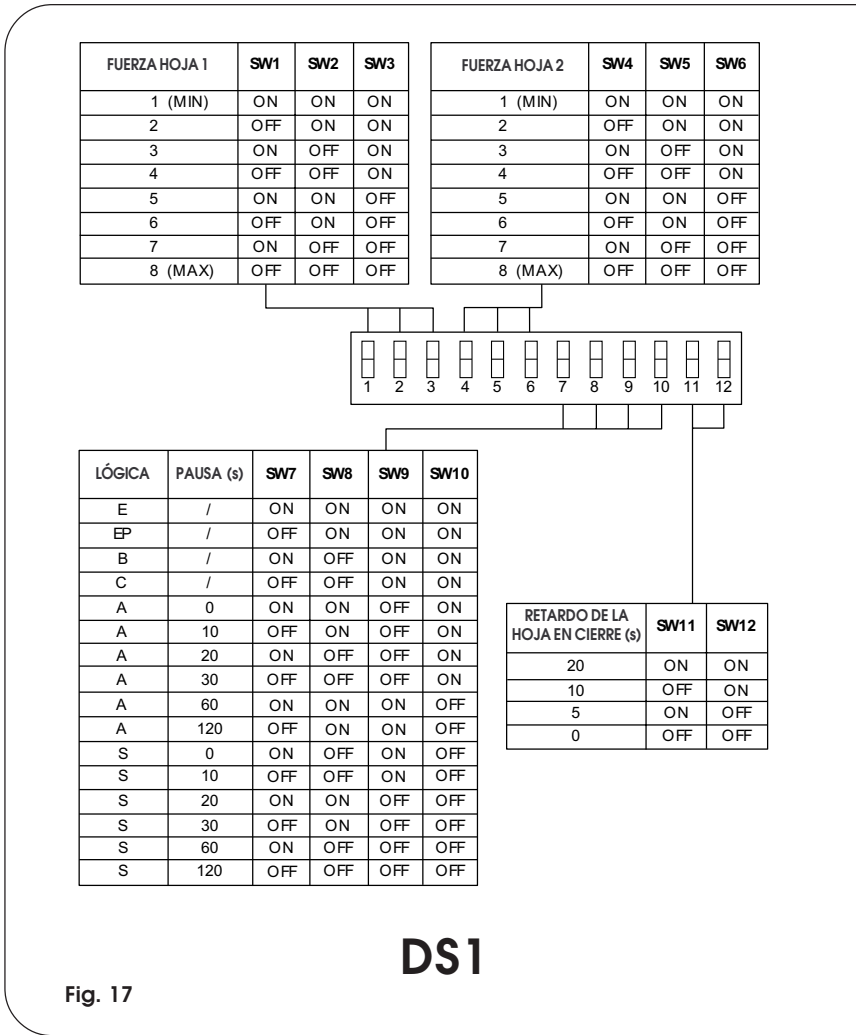
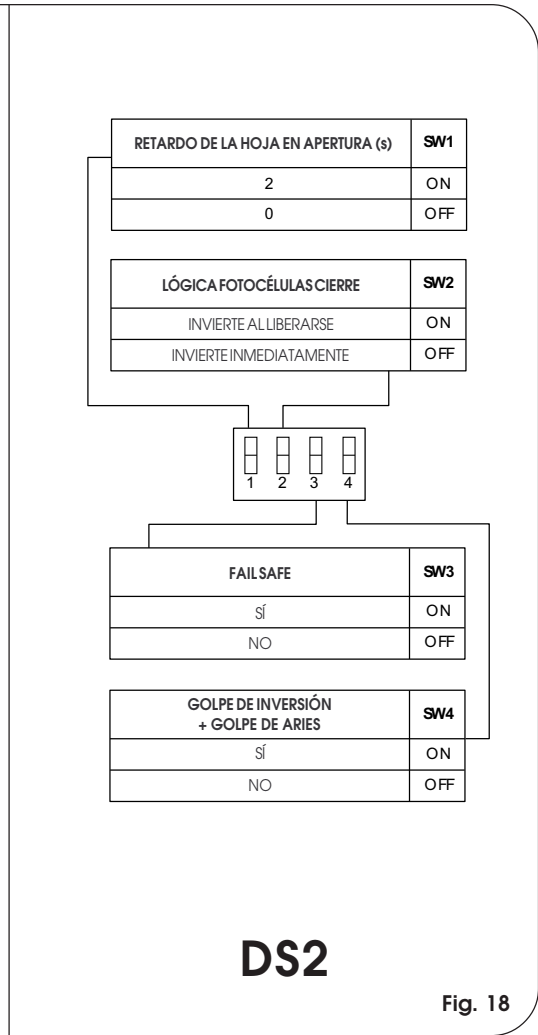

Fig. 17
Fig. 18
El equipo está provisto de dos grupos de microinterruptores DS1 (fig. 17) y DS2 (fig.18) que permiten programar los parámetros de funcionamiento de la cancela.
5.1. MICROINTERRUPTORES DS1 (fig.17)
5.2. MICROINTERRUPTORES DS2 (fig.18)